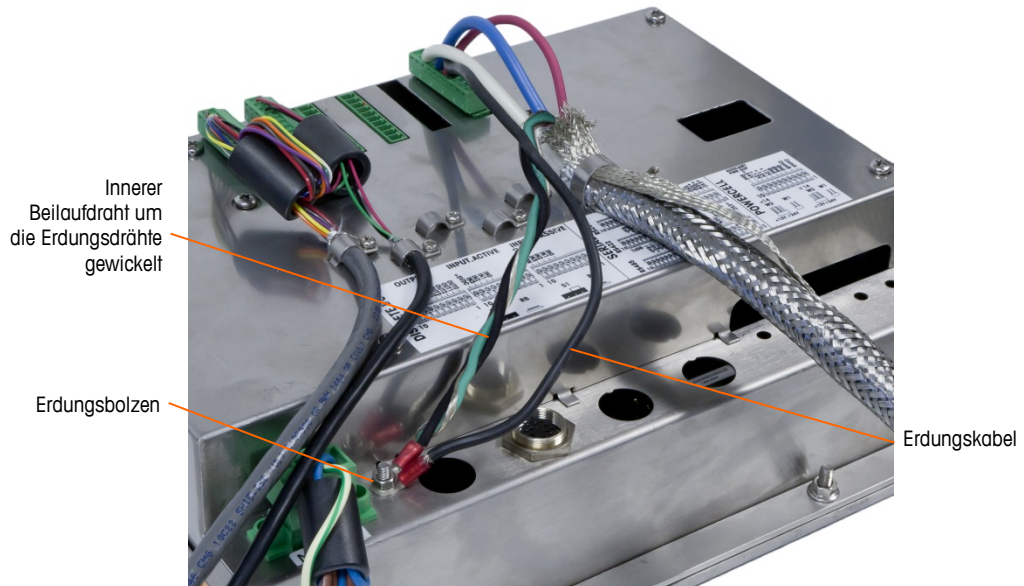

Abbildung 2-69: Abgeschlossen Erdungsdrahtverbindungseinrichten, Frontplattengehäuse
4. Verzwirbeln Sie nun den inneren Beilaufricht des Hauptkabels mit den schwarzen und grünen Erdungsdrähten und befestigen Sie diese am externen Erdungsbolzen, siehe Abbildung 2-69.